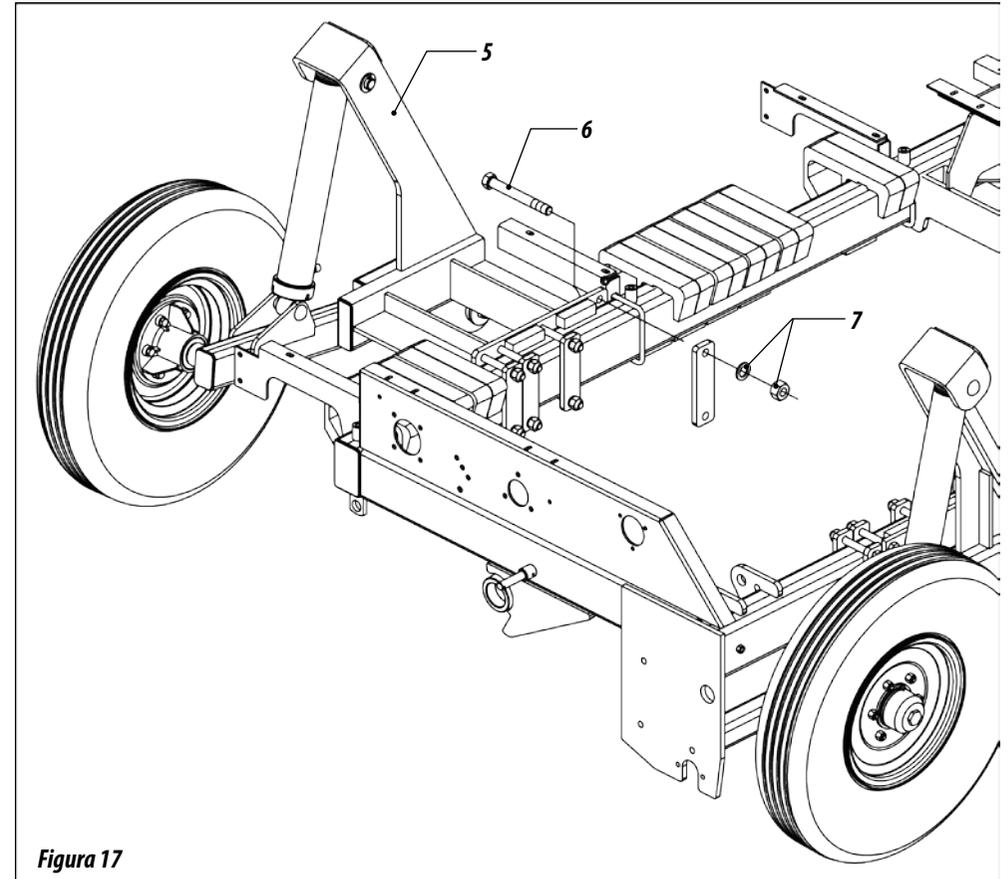

Figura 17
31- Levante la sembradora en el gato del tractor y acople el neumático (10) a través de las tuercas (11). FIGURA 17.